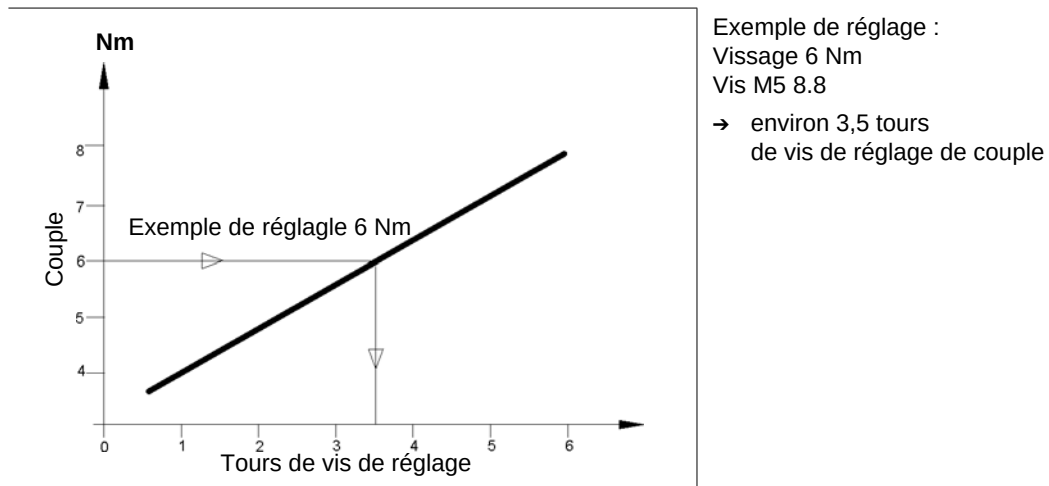

Fig. 4-1
2	Réglage du couple, voir Fig. 4-1 , page 11
2. Pousser le tournevis SW2 avec précaution dans le perçage du boîtier du pistolet jusqu'à la vis de réglage de couple ①.
3. Tourner la vis de réglage de couple et régler approximativement le couple requis, voir Fig. 4-1, page 116.